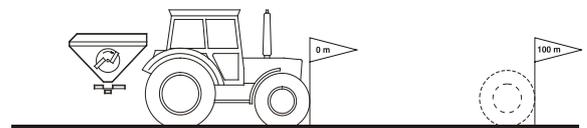

図 11
- 圃場でちょうど 100 m の測定距離を測定します。測定距離の開始地点と終了地点をマークします (図 11)。